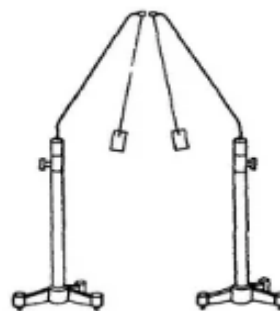

Рис. 73
2. Соберите установку согласно рис. 73. Каждую станиолевую гильзу зарядите зарядом одного и того же рода, то есть либо положительно, либо отрицательно. Это можно сделать с помощью эбонитовой палочки (палочки из оргстекла), потертой о мех (шелк), или переносом заряда с борна высоковольтного преобразователя.